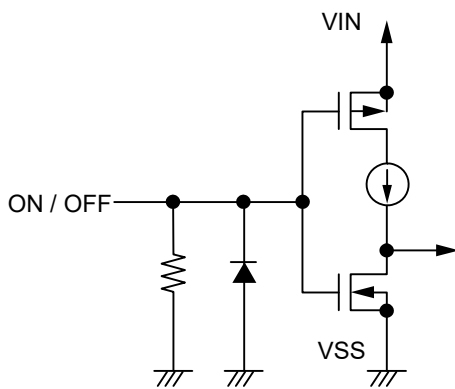

図29 S-13A1シリーズA / Cタイプ
ON / OFF端子は図29、図30になっています。
*1. ON / OFF端子をVIN端子に接続した状態で動作させたときのS-13A1シリーズA / Cタイプの消費電流は、2.5 MΩ typ.プルダウン抵抗に流れ込む電流分だけ多く流れますので注意してください(図29参照)。